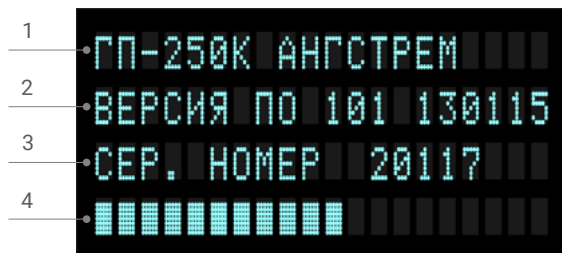

Рисунок 3 - Начальный информационный экран
5.3.3. Начальный информационный экран (Рис. 3) появляется после включения генератора, отображается примерно 3 секунды и несет следующую информацию: